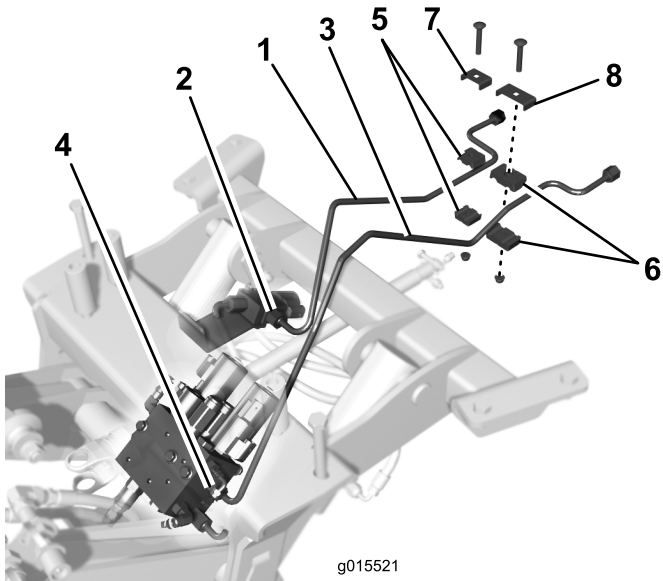

Figura 9
3. Ligue a extremidade traseira do tubo hidráulico mais curto ao tubo na máquina (Figura 9).
4. Ligue a extremidade traseira do tubo hidráulico mais comprido ao tubo na máquina (Figura 9).
de tubos mais pequena, placa, parafuso de carroçaria e porca flangeada, como se mostra na Figura 9.
7. Prenda sem apertar o tubo hidráulico mais comprido ao tubo adjacente, na máquina, com braçadeira de tubos maior, placa, parafuso de carroçaria e porca flangeada, como se mostra na Figura 9.